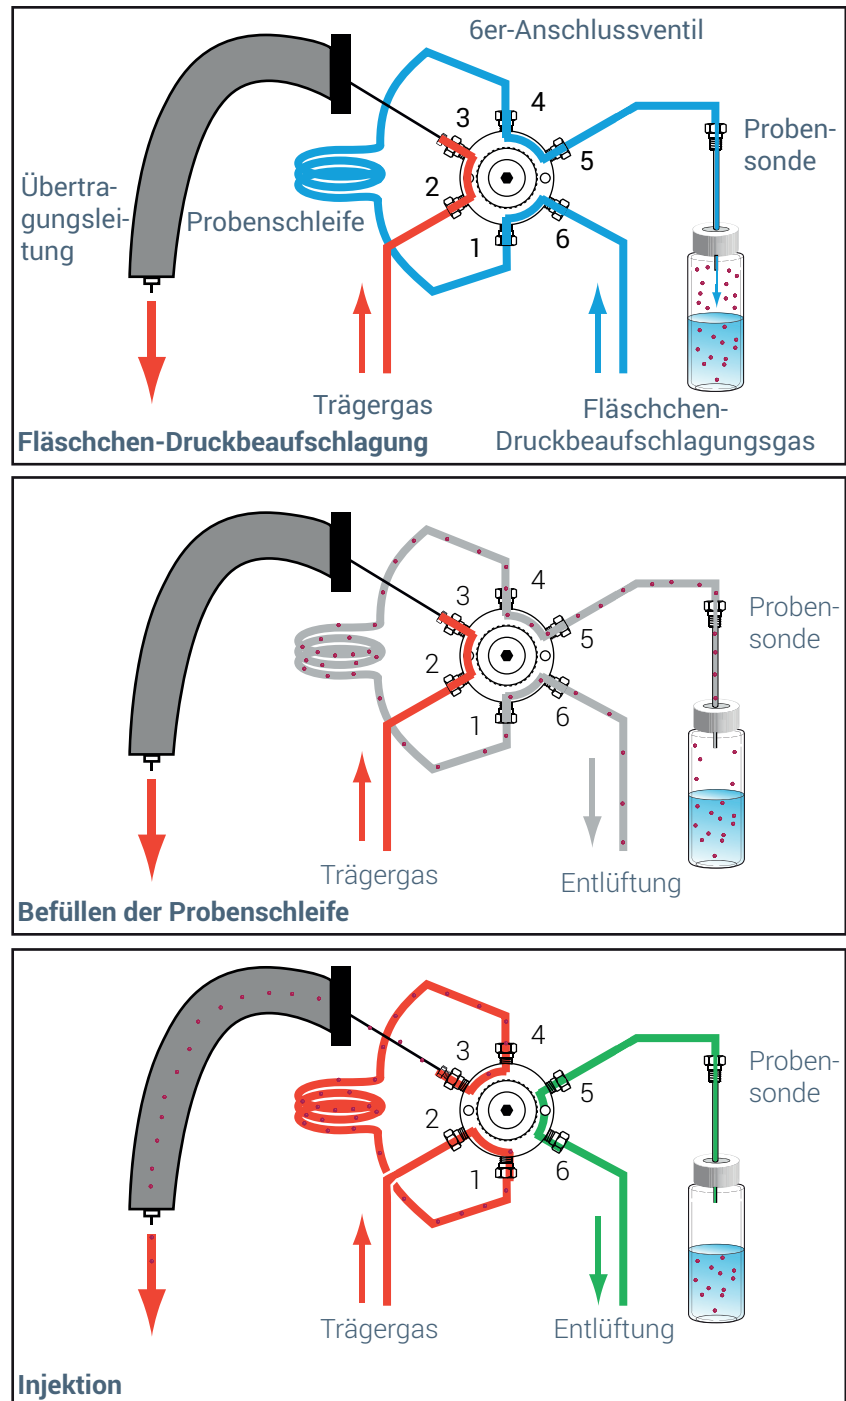

Abb.1. Proben mit dem Ventil- und Schleifensystem und Injektionsphasen
- 2 Der Probengeber druckbeaufschlagt das Fläschchen mit Gas. Siehe **Abbildung 1**.